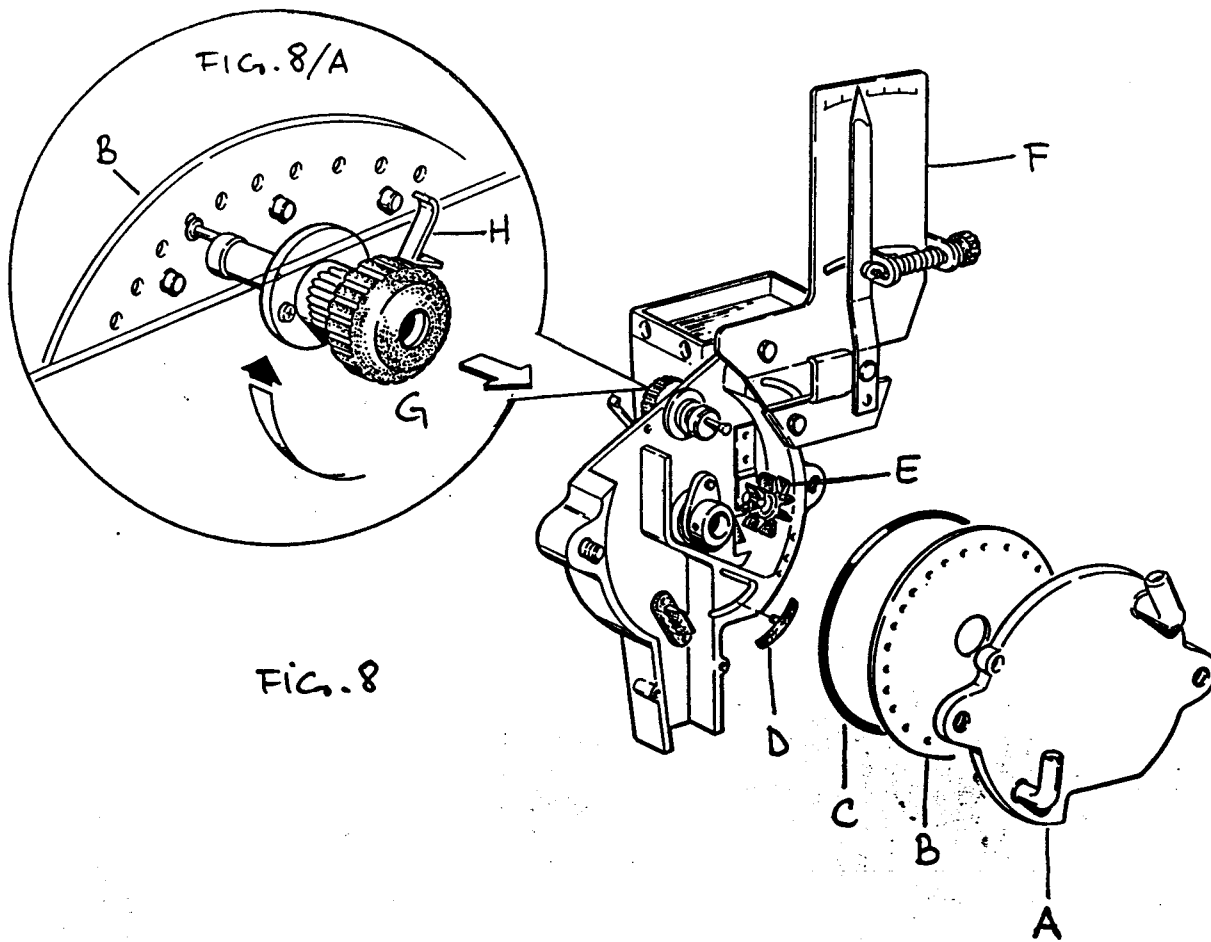

FIG. 8
Le distributeur pneumatico (fig.8) renferme le disque perforé qui, pour assumer le transport des semences, doit être choisi en fonction du calibre et du type des graines. La dépression créée à l'intérieur du distributeur occasionne une aspiration des graines sur les trous du disque (B), et maintient les graines en position, avant de les relâcher pour qu'elles tombent dans le sol.
Der Säapparat (Bild 8) enthält die nach Art und Funktion ausgewählte Säscheibe. Durch den Saugdruck im Inneren des Apparates werden die Samenkörner an die Löcher der Säscheibe (B) angesaugt und bleiben dort haften, um erst kurz vor dem Boden abgelassen zu werden.